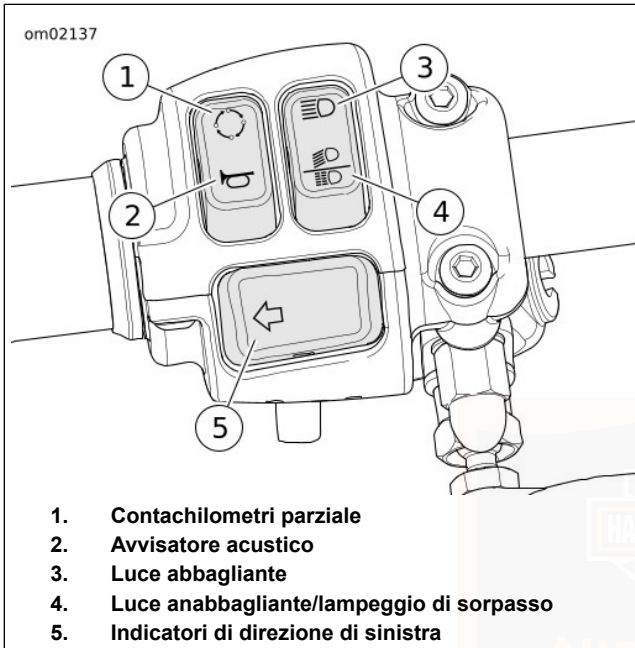

Figura 5. Modulo interruttore di sinistra
Vedere Figura 5. In presenza del portachiavi elettronico del sistema di sicurezza, premere e tenere premuto l'interruttore TRIP (contachilometri parziale) (1). Verranno attivati i circuiti di strumentazione e accessori. Il faro anteriore e le luci degli indicatori di direzione rimangono disattivati. Nella modalità accessori:
Vedere Figura 5. Premere il pulsante dell'avvisatore acustico per attivarlo. È possibile azionare l'avvisatore acustico per 10 secondi alla volta. Se si tiene premuto il pulsante più a lungo,
Vedere Figura 5. Premere l'interruttore della luce abbagliante per accendere la luce abbagliante. L'accensione della spia di colore blu della luce abbagliante indica l'accensione della luce abbagliante. Fare riferimento a Tabella 20.
Luce anabbagliante: Vedere Figura 5. Premere la parte inferiore del commutatore per accendere la luce anabbagliante.
Attivazione: Vedere Figura 5. Premere l'interruttore dell'indicatore di direzione di sinistra per attivare l'indicatore di direzione di sinistra. Fare riferimento a Tabella 20.